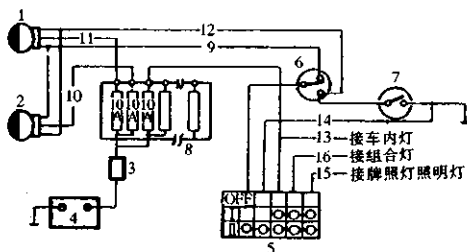

图 4-2-36 前照灯的连接线路
(1) 前照灯的连接线路,如图 4-2-36 所示。按照此图,可检查前照灯的电路连接。